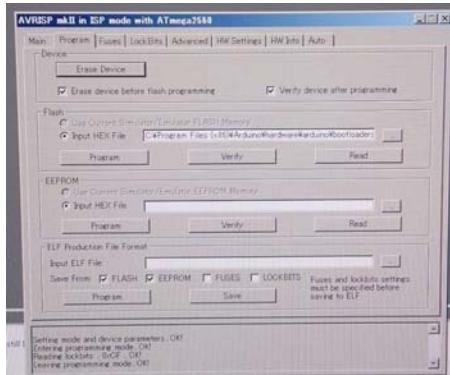

Fig. 5
- Program タブより Flash の項目に書き込みたいブートローダーの Hex ファイルをセット(fig5)